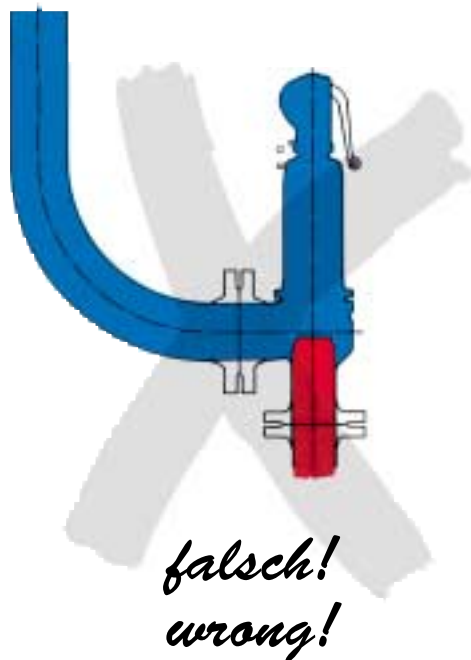

Bild 4/Figure 4
- Direkt hinter dem Sicherheitsventil darf kein nach oben gerichteter Bogen folgen, da keine korrekte Entwässerung erfolgen kann (Bild 4).
- *immediately downstream of the safety valve, no upwards bend may be installed as then correct drainage is not possible (figure 4).*